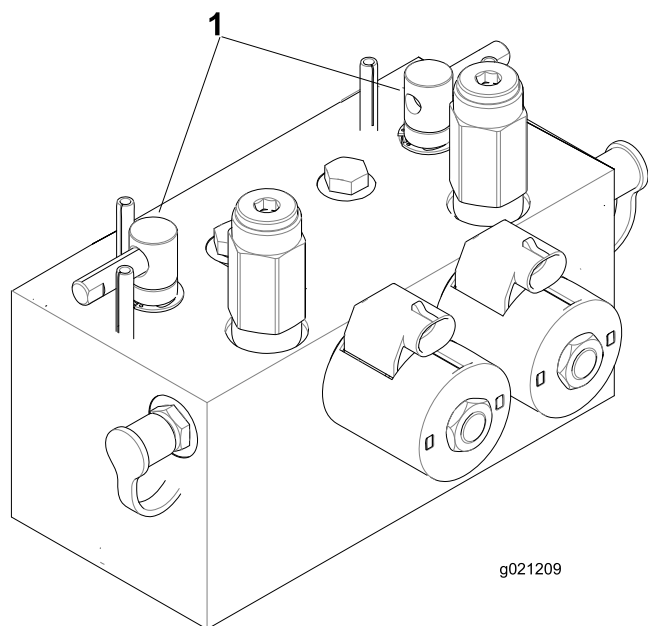

Figure 75
2. Déverrouillez le capot et soulevez-le pour exposer les leviers de rodage (Figure 75).
5. Sélectionnez les leviers de rodage avant, arrière ou les deux pour déterminer les unités qui doivent être rodées (Figure 75).